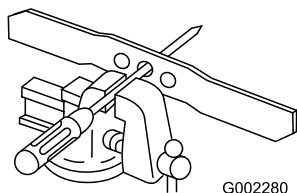

Figura 29
1. Verifique o equilíbrio da lâmina colocando o orifício central sobre um prego ou a haste de uma chave de fendas, presos na horizontal num torno (Figura 29).